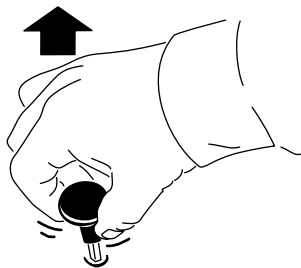

Figura 12
- Tire del interruptor (Figura 12) para engranar la TDF o activar el apero (dependiendo de la configuración del apero)